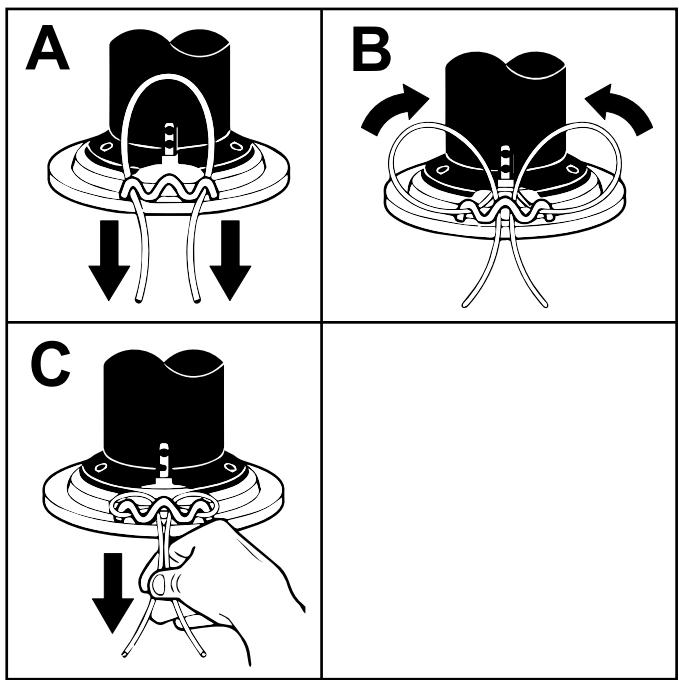

Figura 25
3. Pase los extremos del hilo de corte nuevo por los huecos exteriores (Figura 25).